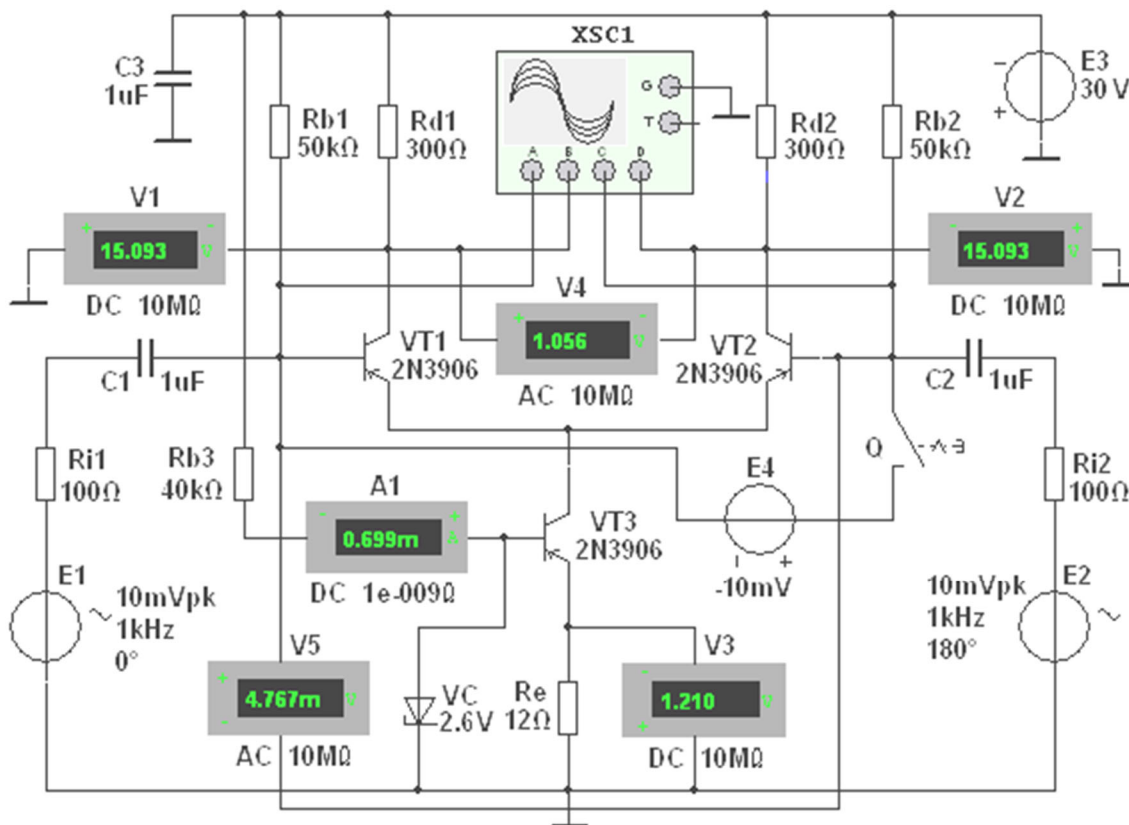
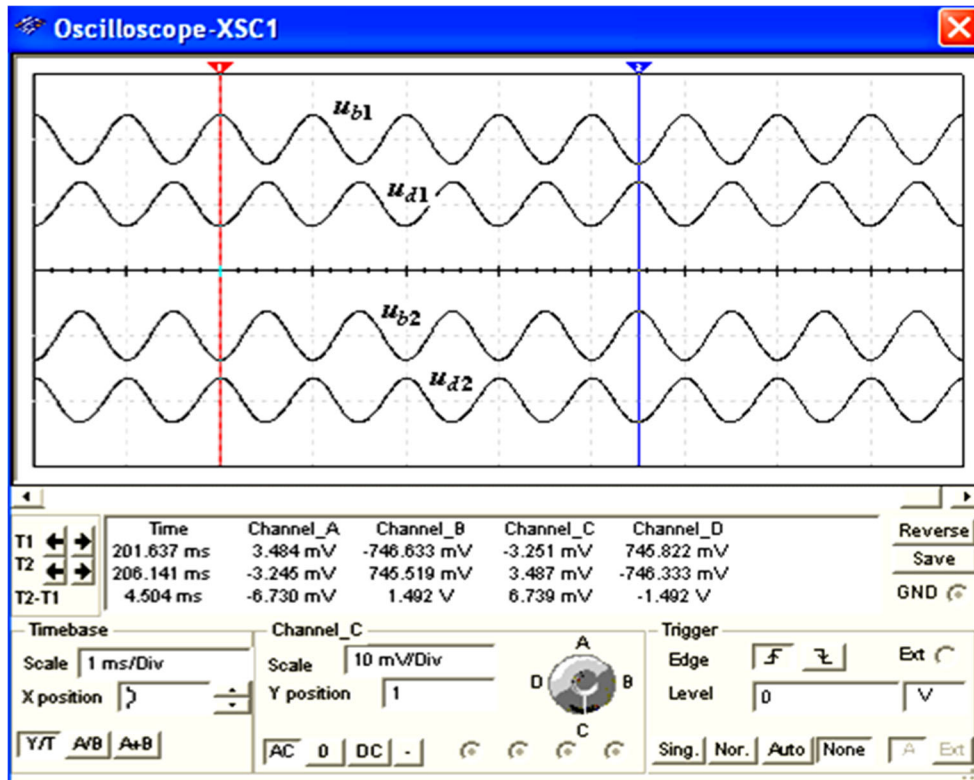

Рис. 24.14
Рис. 24.15
**Задание 3.** Открыть файл **24.14.ms10**, размещённый в папке **Circuit Design Suite 10.0** среды MS10, или **собрать** на рабочем поле среды MS10 **схему для испытания дифференциального усилителя на биполярных транзисторах** (рис. 24.14), **установить** параметры компонентов схемы и **скопировать** схему на страницу отчёта.
**3.1.** В схему (рис. 24.14) включены:
В качестве примера на рис. 24.15 представлены осциллограммы входных и выходных сигналов схемы (рис. 24.14), снятые с помощью четырёхканального осциллографа **ХСC1**, откуда видно, что амплитуды выходного напряжения составляют около 1,49 В при амплитуде входного сигнала